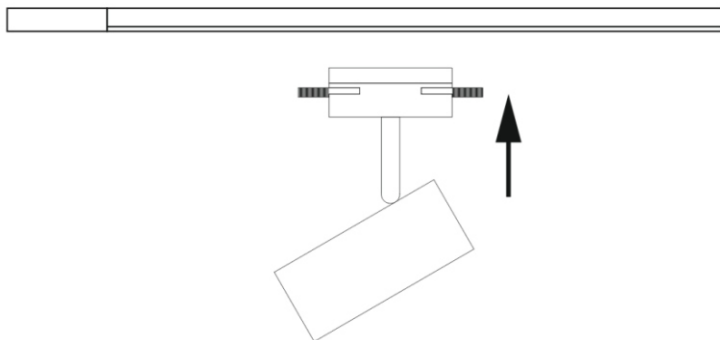

Рис.2
3. Установите светильник в шинпровод. После установки убедитесь, что светильник ровно стоит на шинпроводе, скольжение светильника должно осуществляться плавно, без задержек и рывков (Рис.2).